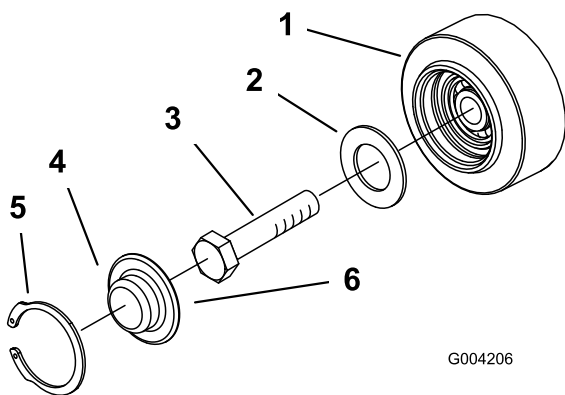

Figura 49
3. Rimuovere l'anello elastico e il tappo da una ruota non motrice (Figura 49).
4. Controllare il grasso sotto il tappo e attorno alla guarnizione (Figura 49). Se risulta sporco, sabbioso o consumato, eliminarlo completamente, sostituire la guarnizione e applicare del grasso nuovo.
6. Collocare il tappo ingrassato della ruota non motrice sulla testa del bullone (Figura 49).
7. Fissare il tappo della ruota con l'anello elastico (Figura 49).